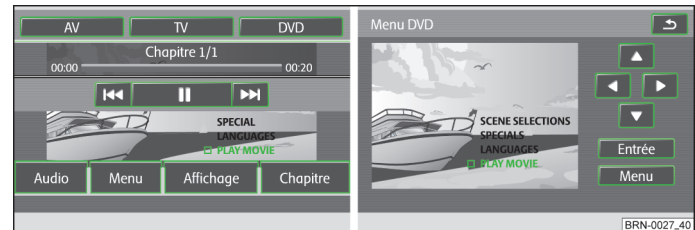

Fig. 7 Utilisation du menu DVD/menu film
- **(Menu)** - Permet de passer au menu » fig. 7 Film